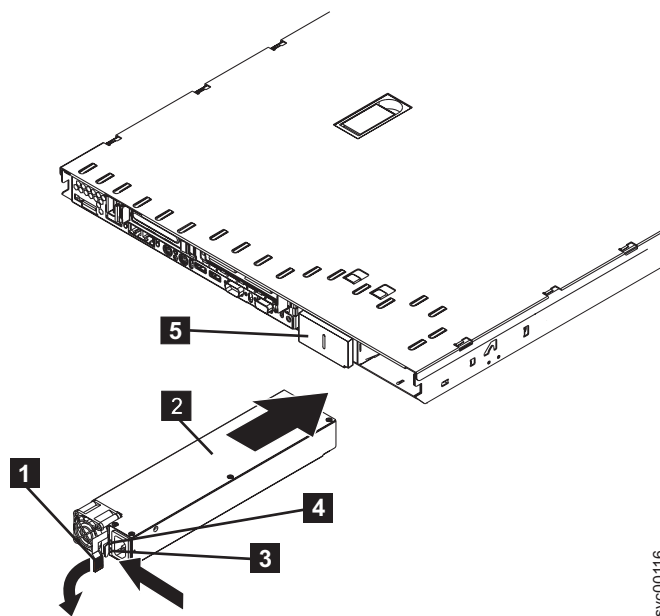

図 60. SAN ボリューム・コントローラー 2145-8F2 電源装置のハンドル
- a. 電源装置の後部のハンドル **1** を開放位置まで下の方に回して、電源装置を電源装置ベイに向かってスライドさせます。図 60 を参照してください。